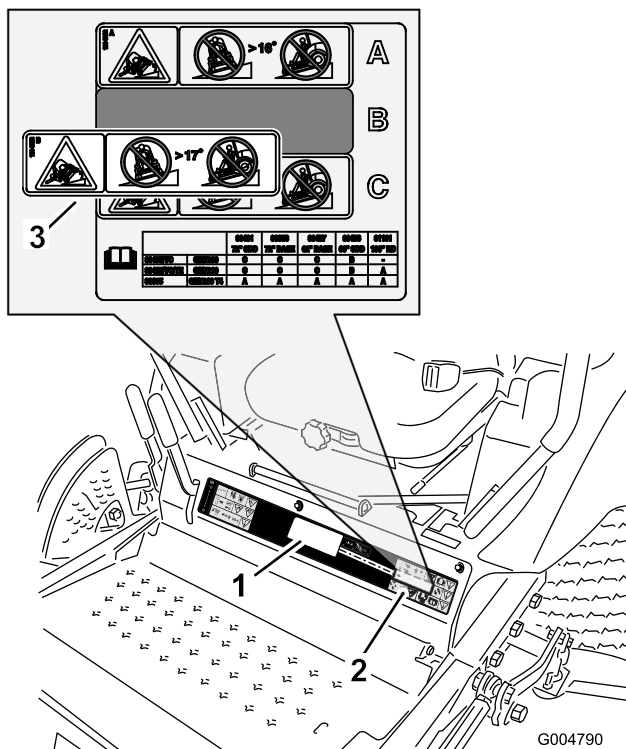

Figura 11
2. Limpe bem o autocolante existente onde irá instalar o autocolante de estabilidade (Figura 11).
4. Retire a película posterior da parte do autocolante, coloque-o sobre o aviso de perigo de capotamento existente como se mostra na Figura 11 e use uma espátula no autocolante com movimentos sobrepostos do centro para as extremidades.